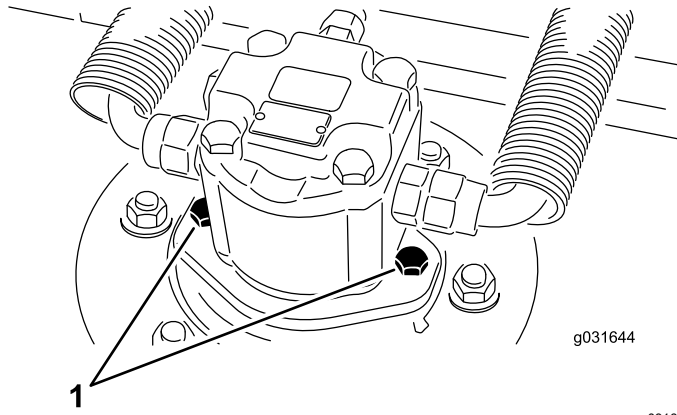

图 68
2. 卸下液压马达安装螺丝从滚刀组上断开并拆除液压马达 图 68。
4. 使用液压马达安装螺丝将液压马达安装到滚刀组上 图 68。